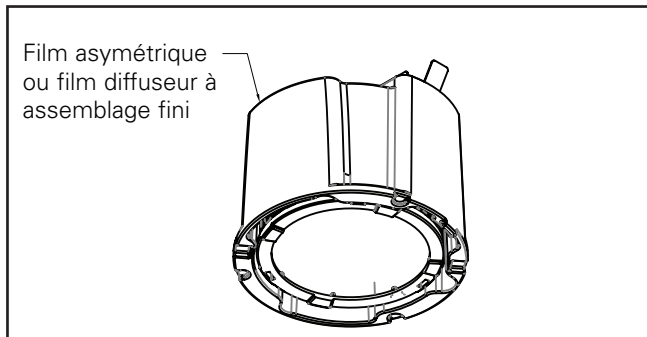

Figure 24.
9. Lorsque le sens de répartition est correct, retirez l'étiquette. (Figure 24)